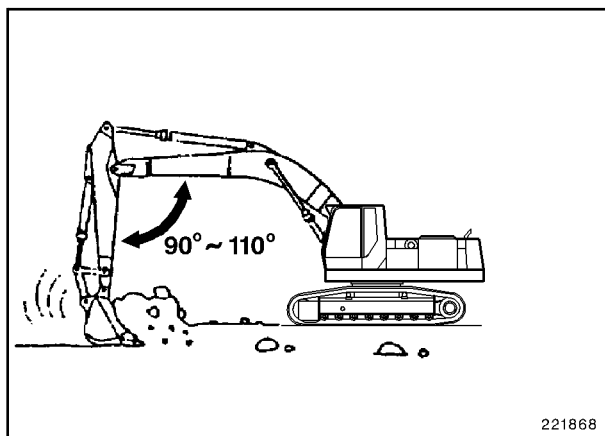

Fig. 4
- La máxima fuerza de excavar se obtiene con ángulos de $90^\circ \sim 110^\circ$. En caso de necesitar la máxima fuerza de excavar, excavar el suelo lentamente estando el pescante y la pluma en un ángulo de aprox $90^\circ \sim 110^\circ$ (Fig. 4).